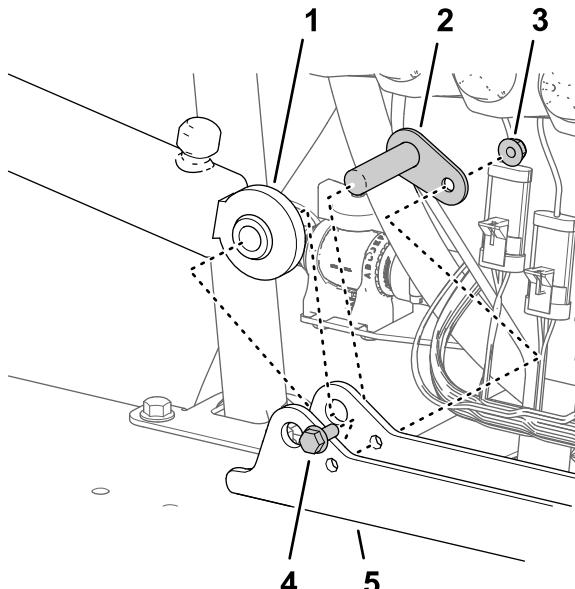

图117
1. 将在 拆卸提升油缸 \(页码 19\) 的步骤 3 中卸下的提升油缸的固定端与油缸安装座中的 16mm 孔对齐图 117。
2. 用枢轴销、凸缘头螺栓和凸缘螺母将油缸安装油缸安装座上图117。